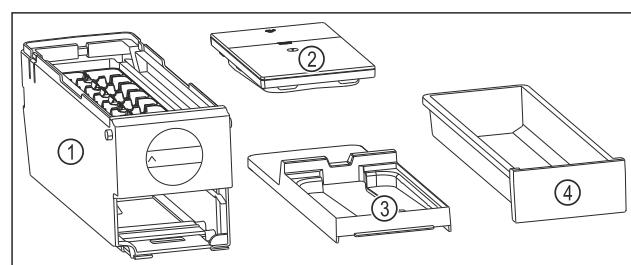

Fig. 173 Bestandteile des EasyTwist-Ice
- EasyTwist-Ice ist in vier Teile zerlegt. (siehe Fig. 173)
- EasyTwist-Ice nur in abgebildete Bestandteile zerlegen. (siehe Fig. 173)
- EasyTwist-Ice-Körper Fig. 173 (1) als Ganzes reinigen.